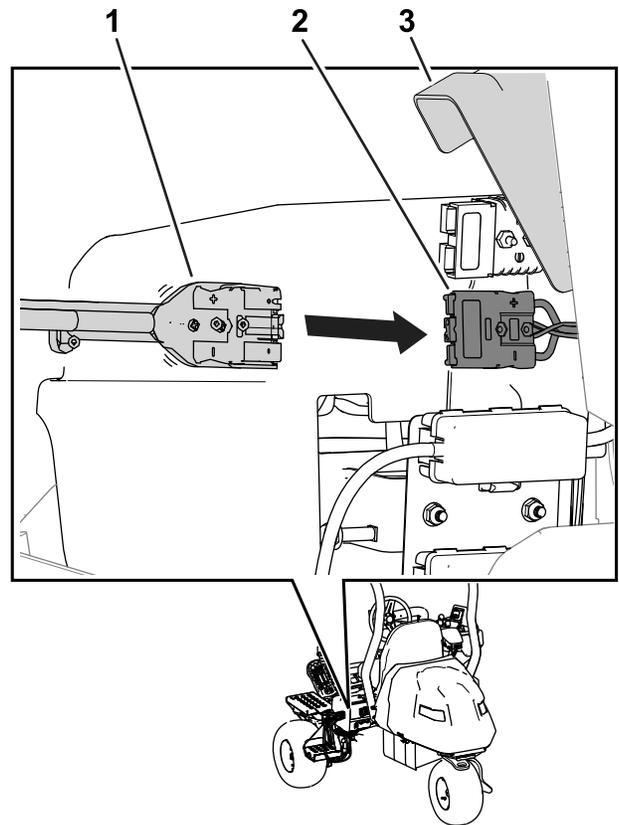

图 33
7. 打开接头盖将充电器输出接头滑入机器的充电器接头 图 33。